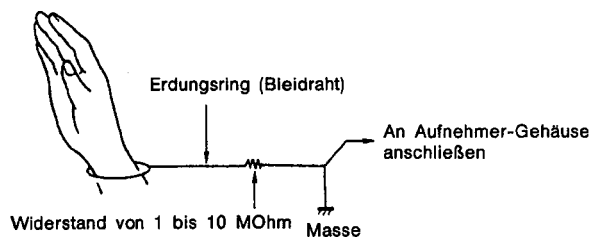

Abb. 11
## (2) Handhabung des Teile-Mechanismus (Abb. 11)
Bei Arbeiten mit dem Aufnehmer-Mechanismus und dem Teile-Mechanismus, benutzen Sie einen Erdungsring, wie in Abb. 11 dargestellt. (Ein Erdungsring kann aus gewöhnlichem Bleidraht bestehen).